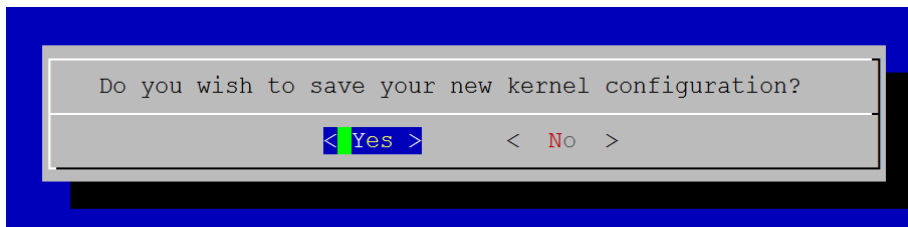

图 7-58 配置退出保存界面
(5) 不断回车键后，出现是否保存界面，选择 yes 保存配置，回车键退出，如图 7-58 所示：